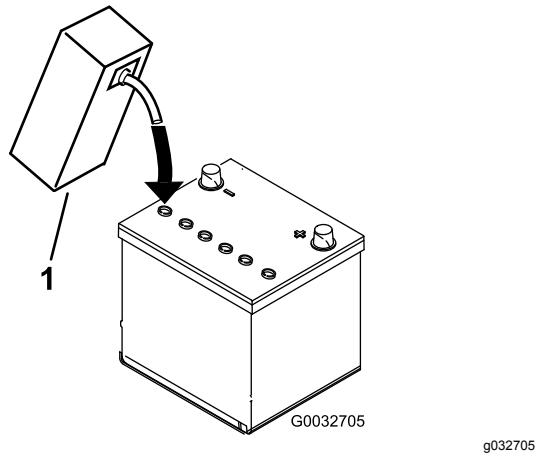

図 6
3. 各セルの電極板が液面下 6 mm程度に水没するまで、電解液を慎重に入れる **図 6**。
4. 電極板が液を吸収するまで2030分間程度待つ。必要に応じて、電極板が 6 mm程度水没するぐらいに電解液を補充する **図 6**。